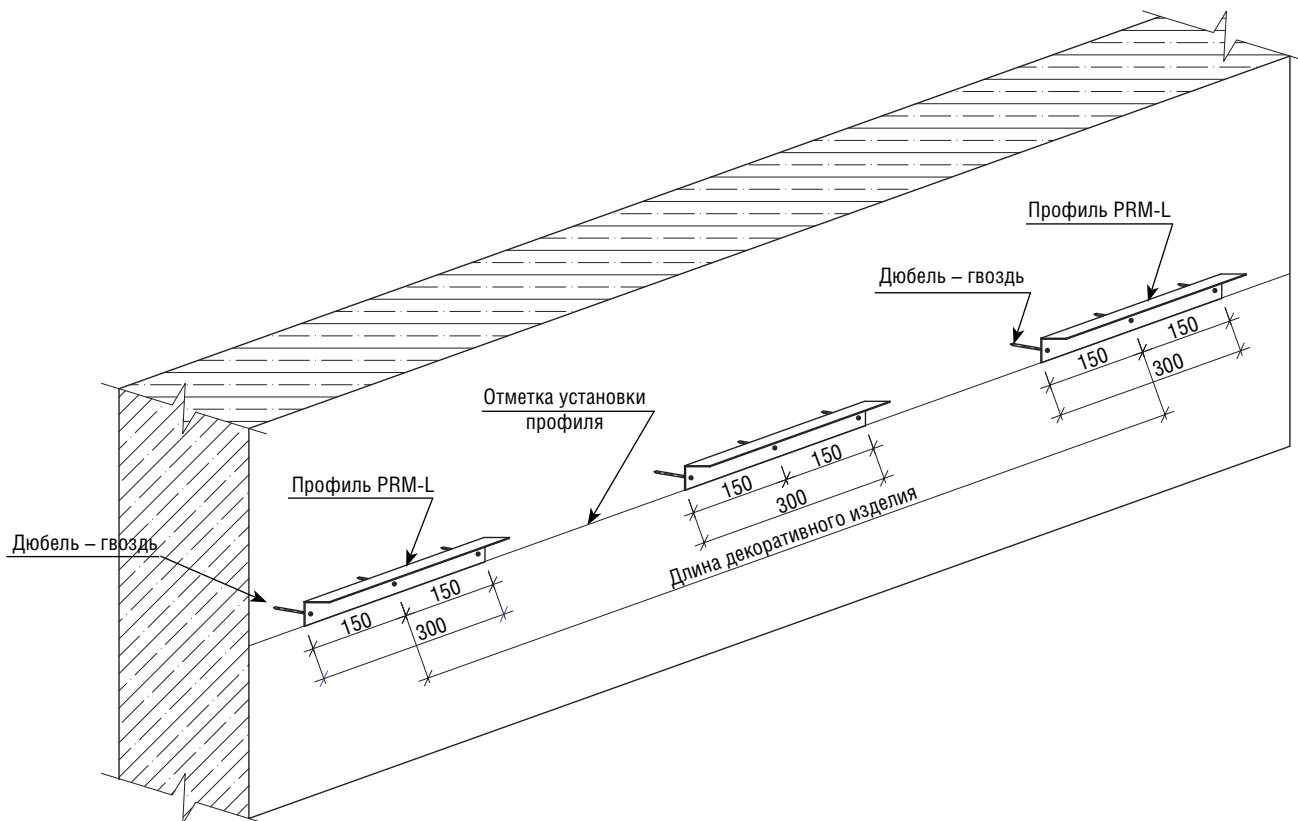

Рис. 2-1
2.2 Установите на нужных отметках направляющие рейки так чтобы в середине изделия находилась как минимум одна направляющая рейка и стыки изделия попадали на направляющие рейки (**рис. 2-1**).
2.5 Для проверки примерьте изделия на стене (**рис. 2-1а**).
Рис. 2-1а